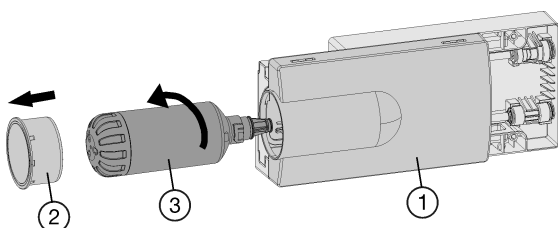

Fig. 7
- ▶ Se necessário puxar a gaveta Fig. 7 (1) para fora.
- ▶ Retirar a tampa do filtro Fig. 7 (2).
- ▶ Girar o filtro de água Fig. 7 (3) cerca de 100° para a esquerda e retirá-lo.